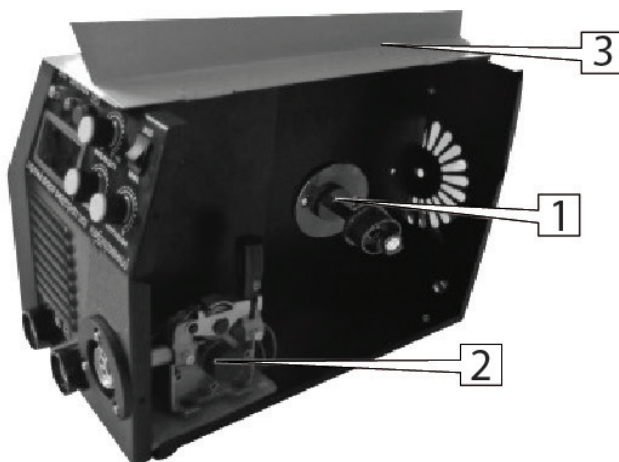

рис. 4
2. Поднимите крышку отсека (3) (см. рис. 4) для сварочной проволоки.
3. Установите катушку со сварочной проволокой на установочный барабан (1) (см. рис. 4) с учётом того, что направление вращения катушки при разматывании сварочной проволоки – против хода часовой стрелки.